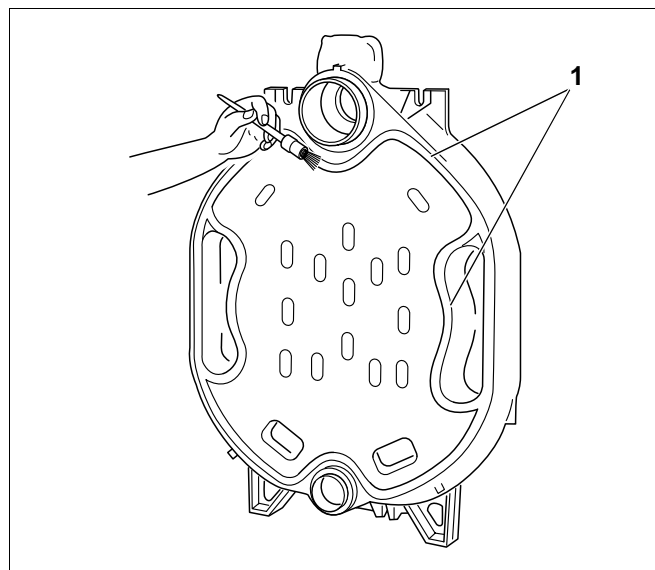

Fig. 10 Smøring af tætningsnoterne med klæbemiddel
Tætningssporene (Fig. 10, **pos. 1**) skal være rene og tørre, når tætningsnoren skal klæbes i.